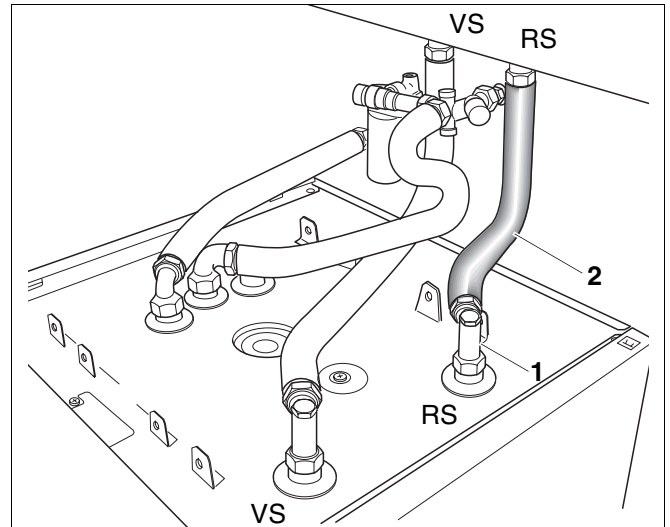

Abb. 9 Welschlauch an Speicherrücklauf montieren
- In die Winkelverschraubung (Abb. 9, **Pos. 1**) die Dichtung einlegen.
- Winkelverschraubung (Abb. 9, **Pos. 1**) am Rücklauf des Speicher-Wassererwärmers schrauben und ausrichten (ca. 45° nach links, siehe Abb. 9).
- Welschlauch (Abb. 9, **Pos. 2**) mit den Überwurfmuttern und eingelegten Dichtungen zwischen die Winkelverschraubung des Rücklaufs am Speicher-Wassererwärmer und am Rücklauf des Heizkessels schrauben.